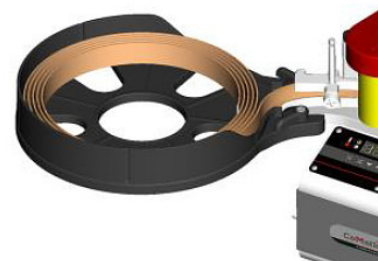

Abb. 21: Einlegen des Kantenbands
Schritt 2: Das Kantenband (Abb.21) einlegen und entsprechend der Länge des Werkstücks abschneiden.